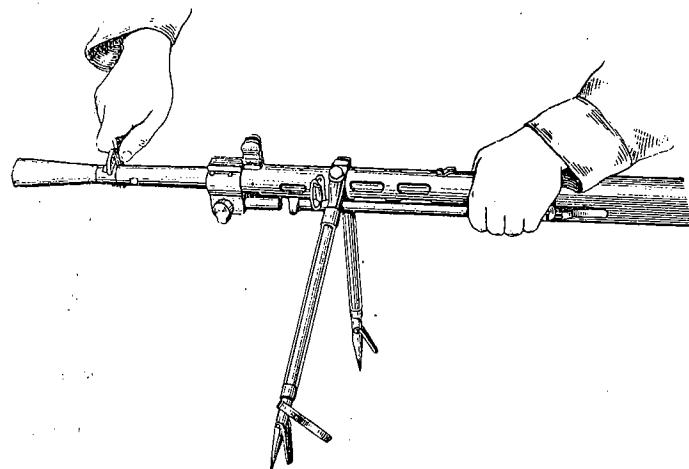

Рис. 45. Отделение пламегасителя от ствола
5. Отделить пламегаситель от ствола: удерживая пулемет левой рукой за ствольную коробку, правой рукой сначала ключом, а затем без ключа отвинтить пламегаситель от дульной части ствола (рис. 45).